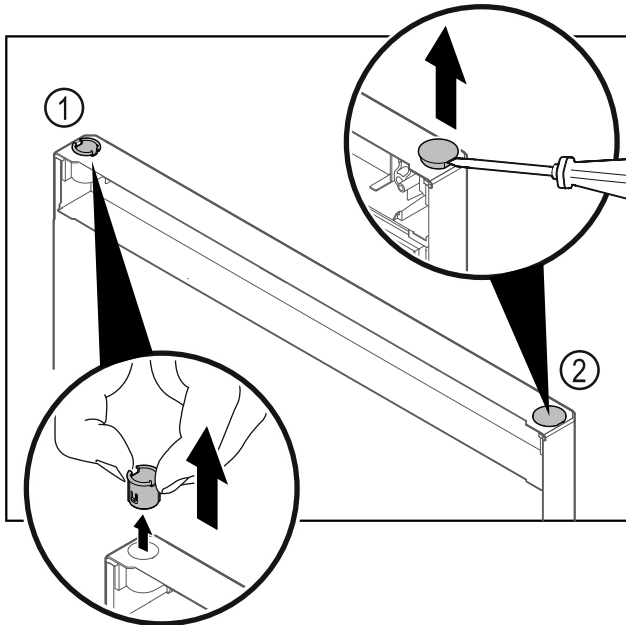

Fig. 18
- ▶ Pirštais ištraukite šarnyrinę įvorę Fig. 18 (1).
- ▶ Dengiamąjį kamštį Fig. 18 (2) atsargiai pakelkite išdrožiniu atsuktuvu ir jį ištraukite.